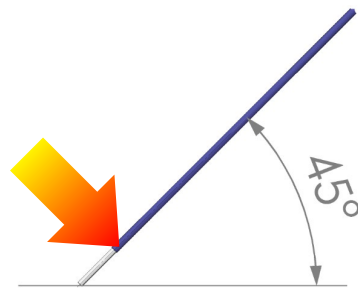

Abbildung 9: Test der mechanischen Unversehrtheit
- Die sterile OP-Person entnimmt die sterile Laserfaser der Verpackung und untersucht die Laserfaser auf Knicke, Brüche und andere Schäden. Die Unversehrtheit des Faserendes wird durch eine seitliche Belastung sichergestellt, als würde man mit einem Kugelschreiber einen Punkt machen. (Abbildung 9).
7. Die mechanische Unversehrtheit der Laserfaser testen Sie durch den „Kugelschreiber-Test“, siehe Kap 3.4 Punkt 1 (Abbildung 9).